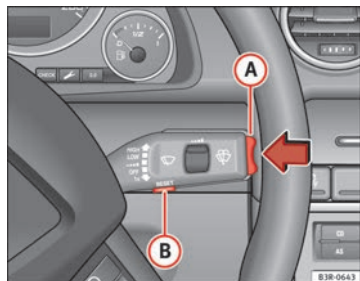

Fig. 64 Palanca del limpiaparabrisas: Tecla Reset y selector
Funciones de la tecla **[Reset]** (B) ⇒ fig. 64 y del **selector** (A).